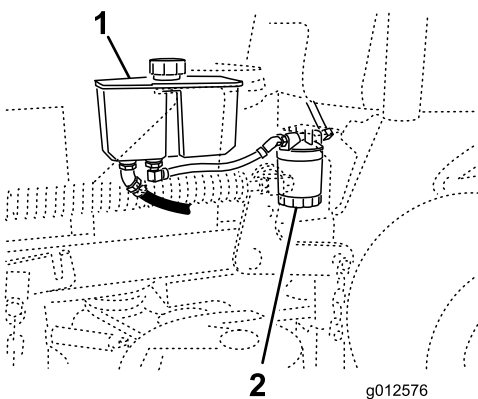

Figura 74
3. Individuate il filtro e collocate una bacinella di spurgo sotto il filtro (Figura 74).